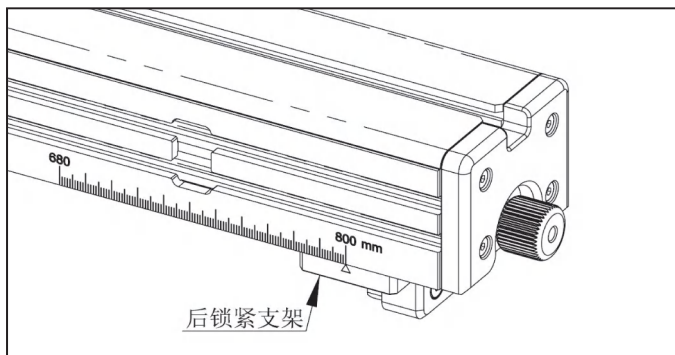

图 6-15
- (2) 如图 6-15 所示，检查指针指示位置与台板宽度是否一致（产品出厂时，指针均指向 800mm 位置）。如不一致，则需要调整“后锁紧支架”的位置，使指针指示刻度与台板宽度一致，调整方法如下：